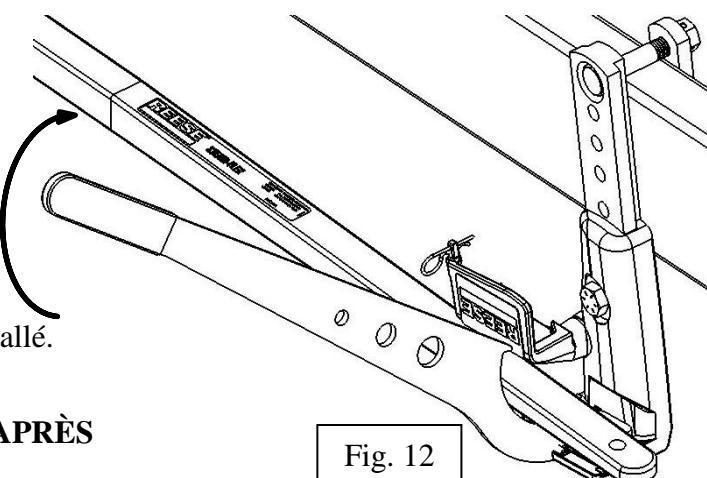

Fig. 12
26. Utiliser le levier pour placer les barres stabilisatrices sur les plaques de friction (voir Fig. 12).